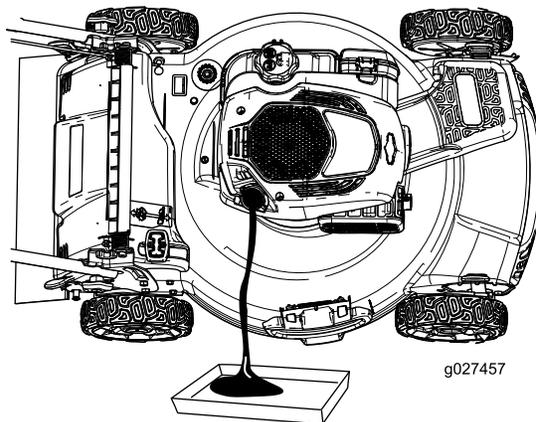

Рисунок 27
4. Для слива отработанного масла через маслосливную горловину переверните машину набок (чтобы воздушный фильтр был сверху) (Рисунок 27).